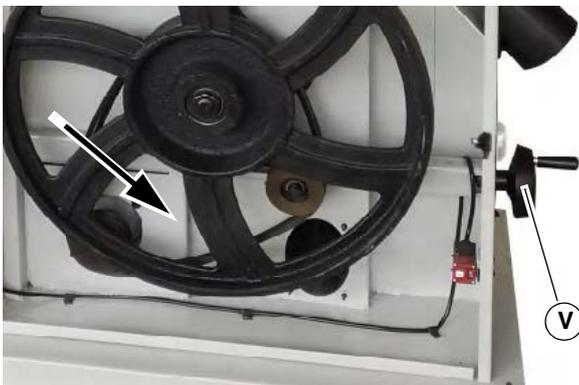

Abb. 25: Riemenspannung einstellen
Schritt 2: Die Rändelmutter (Pos. Q, Abb. 25) lösen.
Schritt 3: Die Rändelmutter (Pos. R, Abb. 25) gegen den Uhrzeigersinn drehen um den seitlichen Führungsblock einzustellen.
Schritt 4: Den hinteren Führungsblock durch Lösen der Inbusschrauben (Pos. U, Abb. 25 bzw. Pos. T, Abb. 25) einstellen.